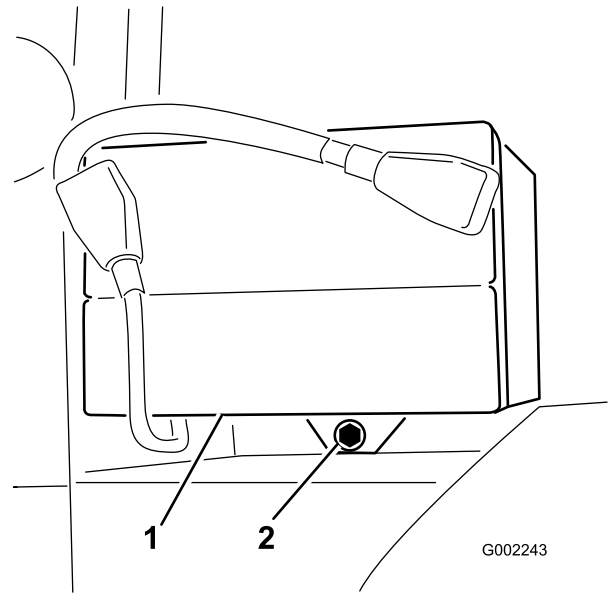

Figura 45
- Retire as fixações e os fechos da bateria (Figura 45).
3. Coloque a fixação da bateria, assim como os fechos que retirou anteriormente (Figura 45).